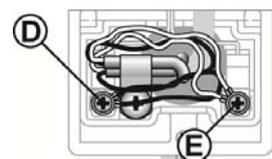

Fig.8
4. Afloje los tornillos de fijación (D) y (E). Conecte los terminales del cable y coloque y apriete los tornillos. No es necesario respetar colores o polaridad. (Fig.8)